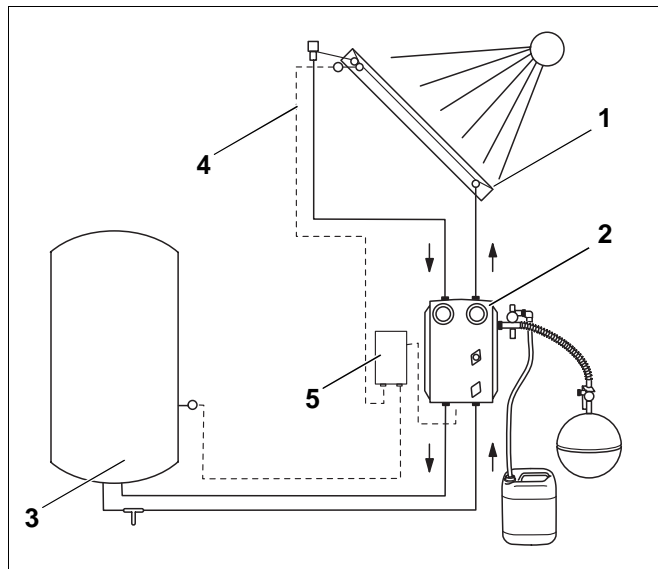

Abb. 2 Verrohrung der Solaranlage
Die Kollektoren (Abb. 2, **Pos. 1**), die Kompletstation (Abb. 2, **Pos. 2**) und der Solarspeicher (Abb. 2, **Pos. 3**) werden durch Sammelleitungen aus Kupferrohr miteinander verbunden.
- Führen Sie die Verlängerungsleitung des Kollektorfühlers (Abb. 2, **Pos. 4**) beim Verlegen der Sammelleitungen bis zur Kompletstation bzw. der Regelung (Abb. 2, **Pos. 5**) mit.